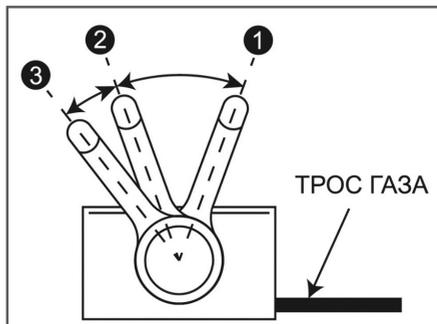

Рис. 16 Положения рычага газа (вид сбоку)
2. Переведите рычаг газа на 1/3 хода в сторону положения максимальных оборотов двигателя (между положениями «1» и «2») (Рис. 16).
4. После запуска двигателя переведите рычаг газа в положение «2» (Рис. 16) и прогрейте двигатель на холостых оборотах в течение 30 секунд.
После запуска прогретого двигателя работу можно начинать сразу, для этого переведите рычаг газа в положение «1» (Рис. 16).
1. Прекратите культивацию и переведите двигатель в режим холостого хода, для этого переведите рычаг газа в положение 2 холостых оборотов двигателя (Рис. 16) и дайте двигателю поработать примерно 1 минуту.
2. Переведите рычаг газа в положение 3 (Рис. 16).
5. Переведите рычаг газа в положение 1 максимальных оборотов двигателя (Рис. 16).